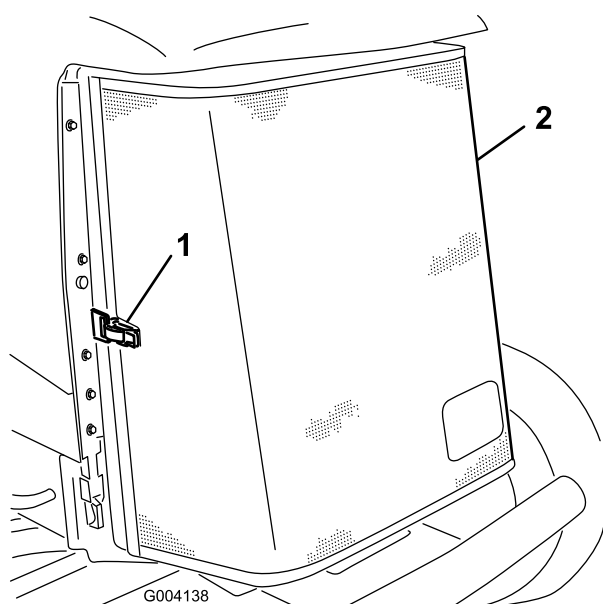

Figura 64
3. Desprenda a braçadeira e articule para abrir o painel traseiro (Figura 64).